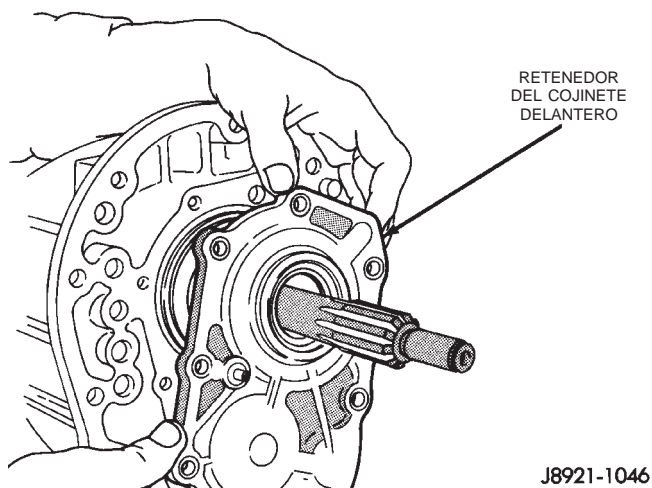

Fig. 31 Desmontaje de retenedor de cojinete delantero
(19) Retire los pernos que fijan el retenedor del cojinete delantero en la caja de la transmisión.
(20) Retire el retenedor del cojinete de la caja de la transmisión (Fig. 31).